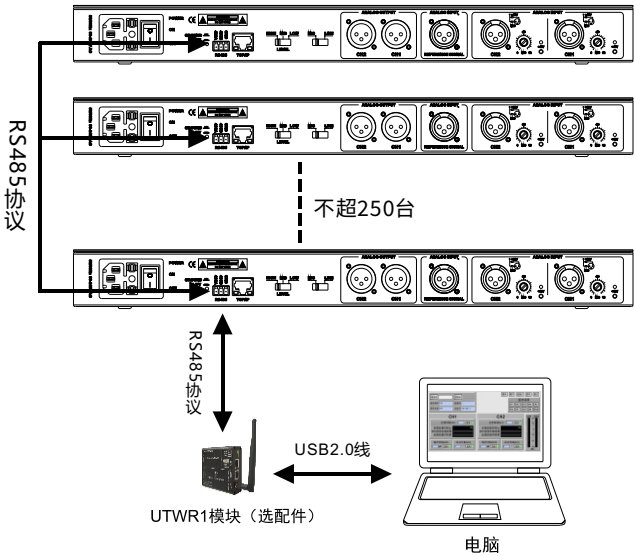

图1.2.3
- 1、将多台设备(最多 250 台)通过设备后板的 RS485 标准串行接口并联,再连接电脑(如图 1.2.3) (提示:记住每台设备的 ID 号一定要设置为不同,如果 ID 号相同就连接不了电脑)